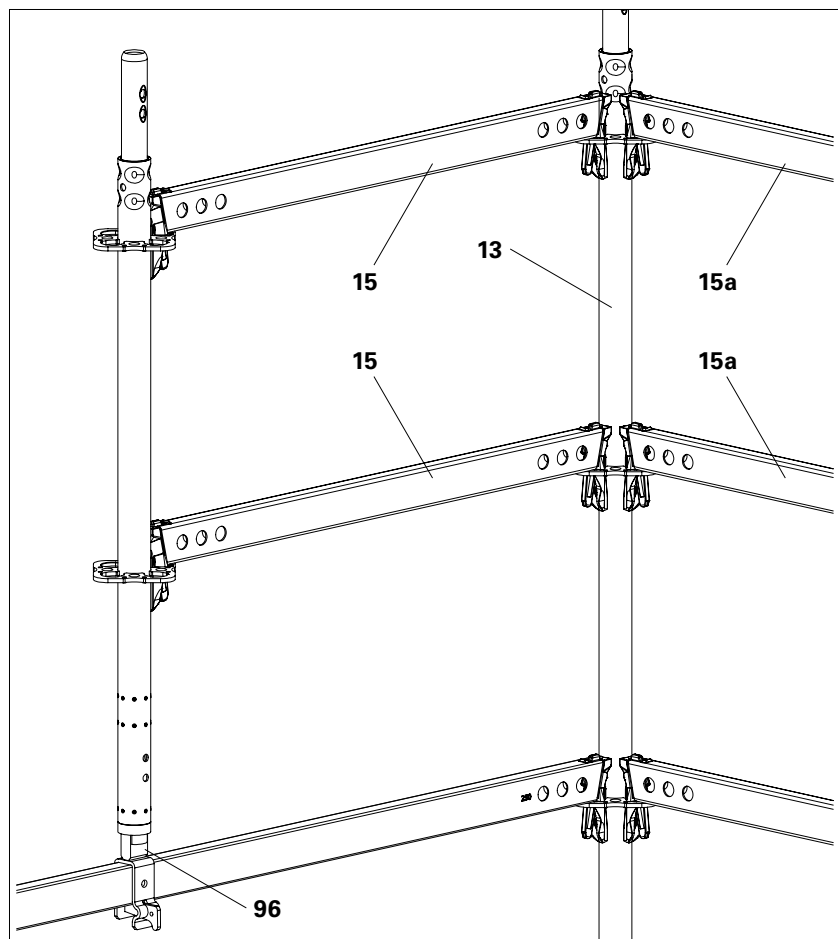

Abb. A11.12b
- Der Einsatz als Aufnahme für einen frei stehenden Geländerpfosten ist nur möglich, wenn der freie Geländerpfosten mit 2 Horizontalriegeln $\leq 2,25$ m (15) an einem drehsteifen Vertikalstiel (13) angeschlossen ist. Der Vertikalstiel (13) muss durch weitere, im Winkel von 90° abgehende Horizontalriegel (15a) gehalten werden. (Abb. A11.12b)